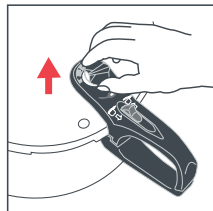

Fig.15
2. Tirez délicatement la soupape vers le haut (Fig. 15).